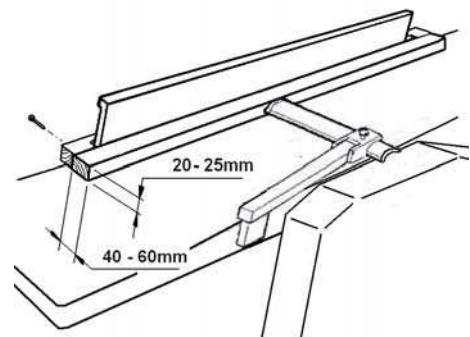

Рис. 14
- Закріпіть допоміжну огорожу, аби забезпечити безпечно спрямовання вузьких деталей (див. Рис. 14).